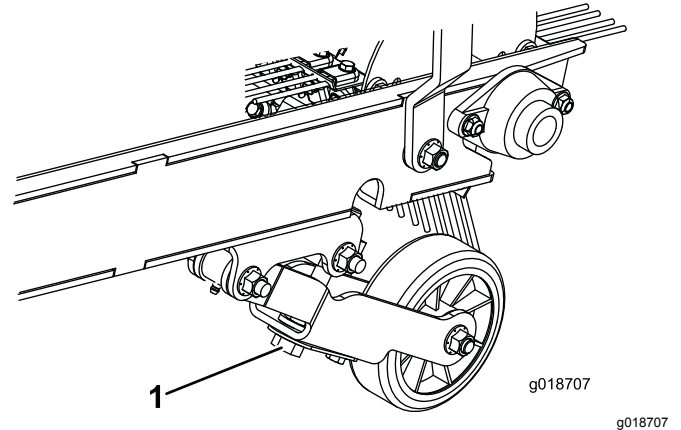

图10
2. 旋转深度调节螺栓直至接耙可以轻轻接触到草坪草的顶部。如果安装了清扫机 清扫机应与草坪表面轻轻接触。当清扫机运转时表面接触宽度应该是整个清扫机长度的约 25mm 宽图10。